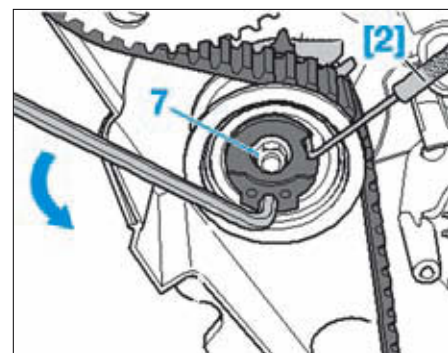

FIG. 5
- [2]. Pige de blocage du galet tendeur (réf Audi : T10265) (Fig.5).
- Desserrer l'écrou (7) de fixation du galet tendeur et à l'aide d'une clé mâle 6 pans, tourner l'excentrique du galet tendeur dans le sens inverse horaire jusqu'à ce qu'il soit possible de le bloquer à l'aide de la pige [2] dans la position indiquée (Fig.5).